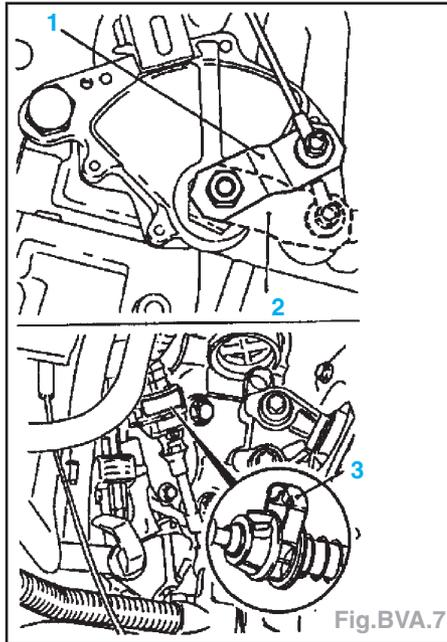

Fig.BVA.7
- Contrôler le réglage du câble du levier de sélection, en plaçant le levier de sélection sur les différentes positions **P**, **R**, **N**, **D**, **3**, **2**, **1**, l'une après l'autre. Ne pas oublier d'appuyer à chaque fois sur le bouton de déblocage. Le levier de sélection de boîte de vitesses doit s'enclencher à chaque fois : «**P**» (position avancée) (**2**), **R**, **N** (**1**), **D**, **3**, **2**, **1** (Fig.BVA.7).